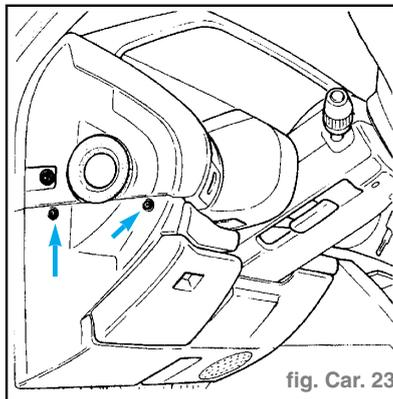

fig. Car. 23
- les panneaux latéraux sous volant (fig. Car. 23),